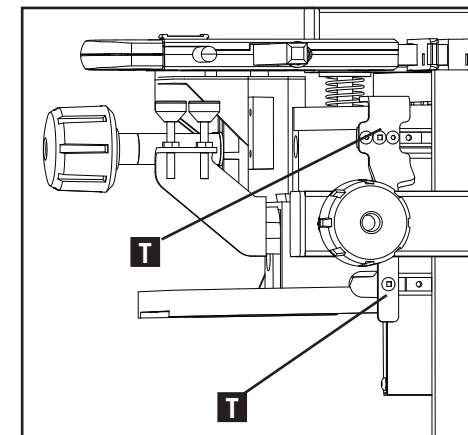

Fig. C10
Algunas juntas requieren que las guías de borde se muevan de un extremo de la horma hacia el otro. Para lograrlo, afloje los dos tornillos de ranura cuadrada en cada guía (se muestra un ejemplo en (T), Fig. C10), mueva las guías de borde y luego vuelva a ajustar los tornillos de ranura cuadrada.